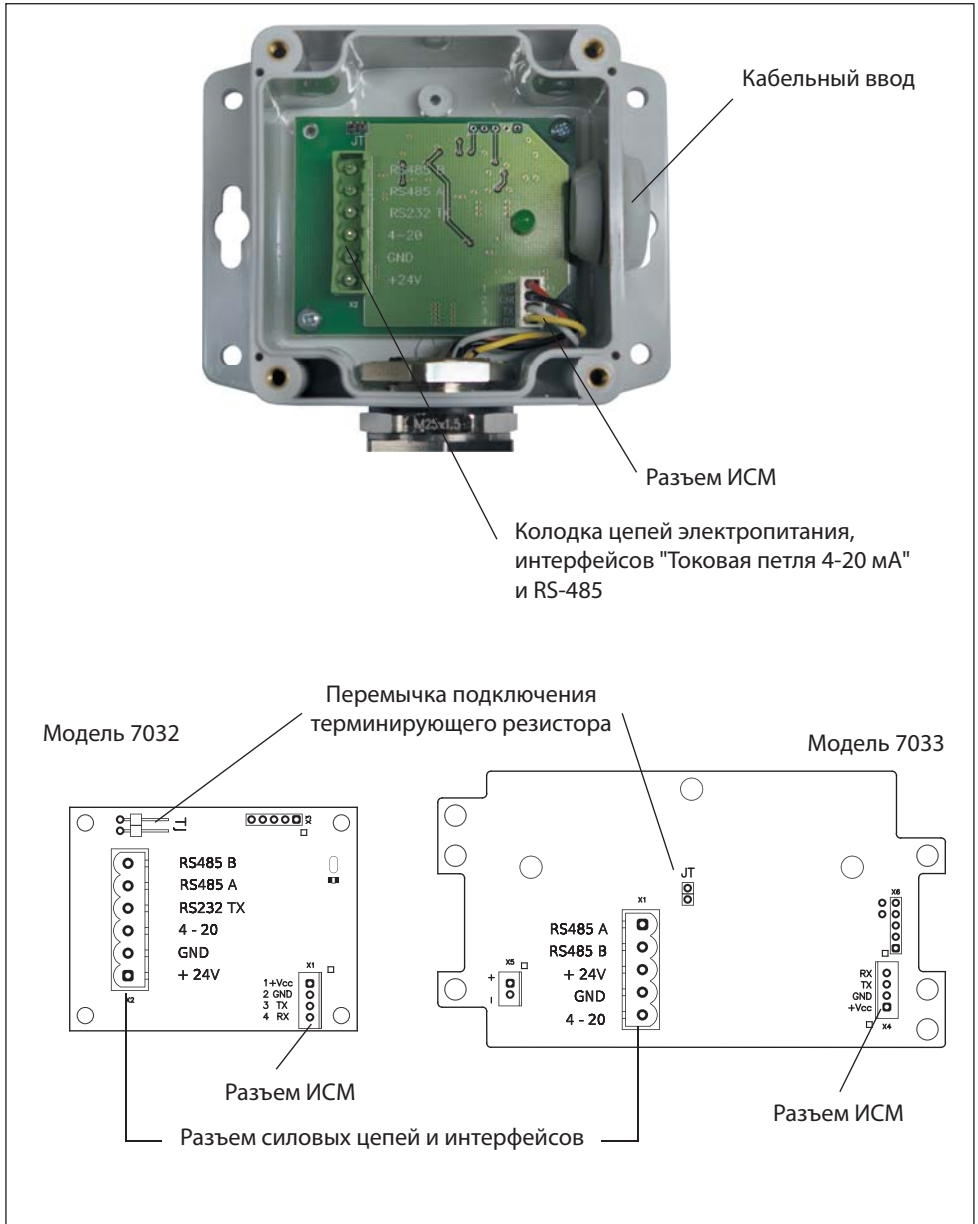
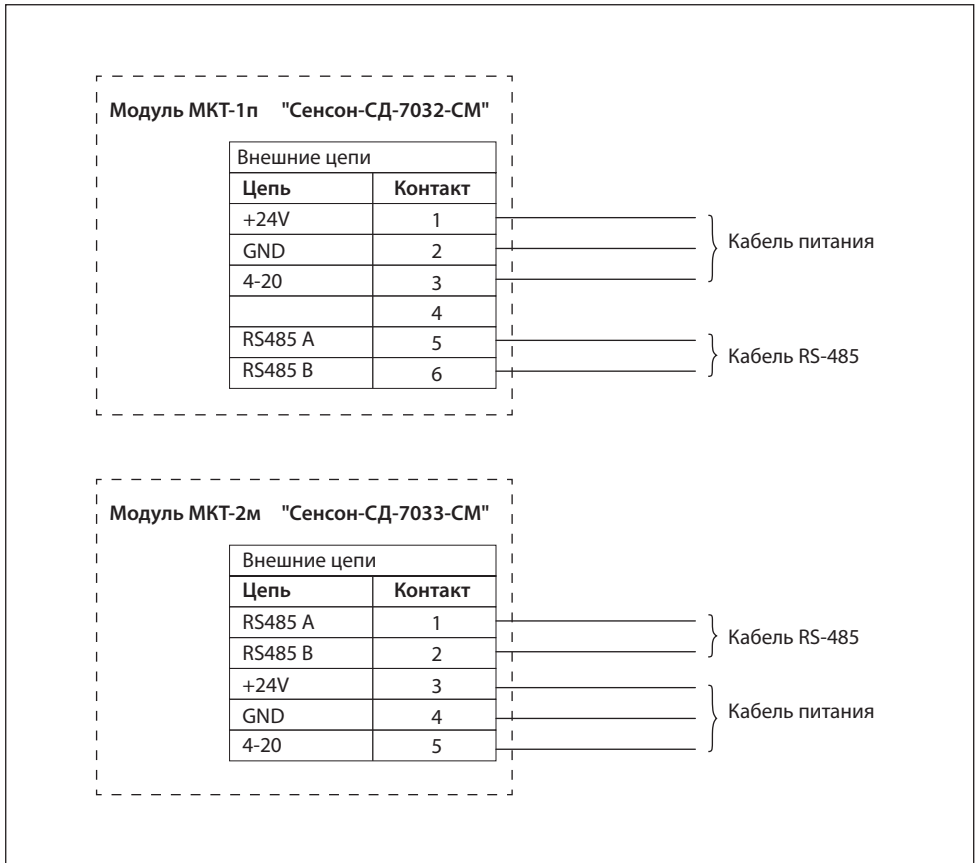

Рис.7. Коммутационные элементы: модель 7032 (слева), модель 7033 (справа)
Рис.8. Схема подключения ГС "Сенсон-СД-СМ" модели 7032 и 7033
3. Открутите четыре винта и снимите крышку корпуса модуля МКТ (рис.7).
5. Отсоедините кабельную часть разрывной колодки "Внешние цепи". Подключите кабели в соответствии с маркировкой на плате (рис.7) и на схеме подключения (рис.8). Прочно закрутите отверткой фиксирующие винты кабельных колодок.
7. Если необходимо отключить/подключить терминирующий резистор (в зависимости от конфигурации сети), снимите/установите перемычку в позицию JT (см. рис.7).